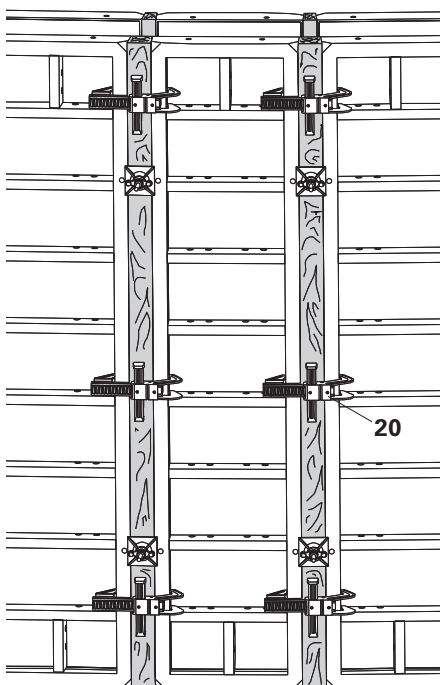

Fig. A17.03
- Non posizionare la morsa BFD (20) in corrispondenza dei profili del telaio. (Fig. A17.03)